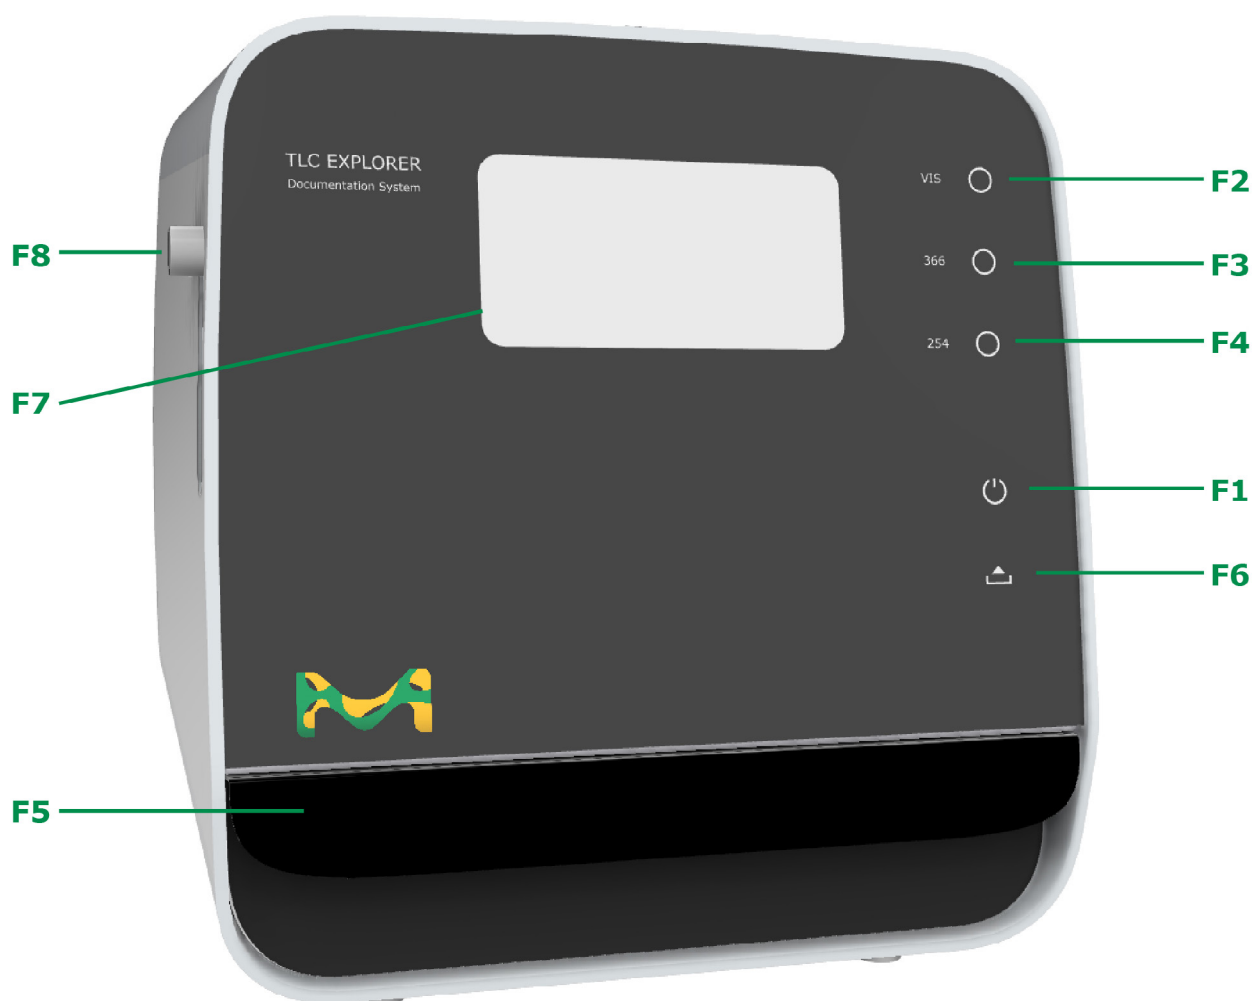
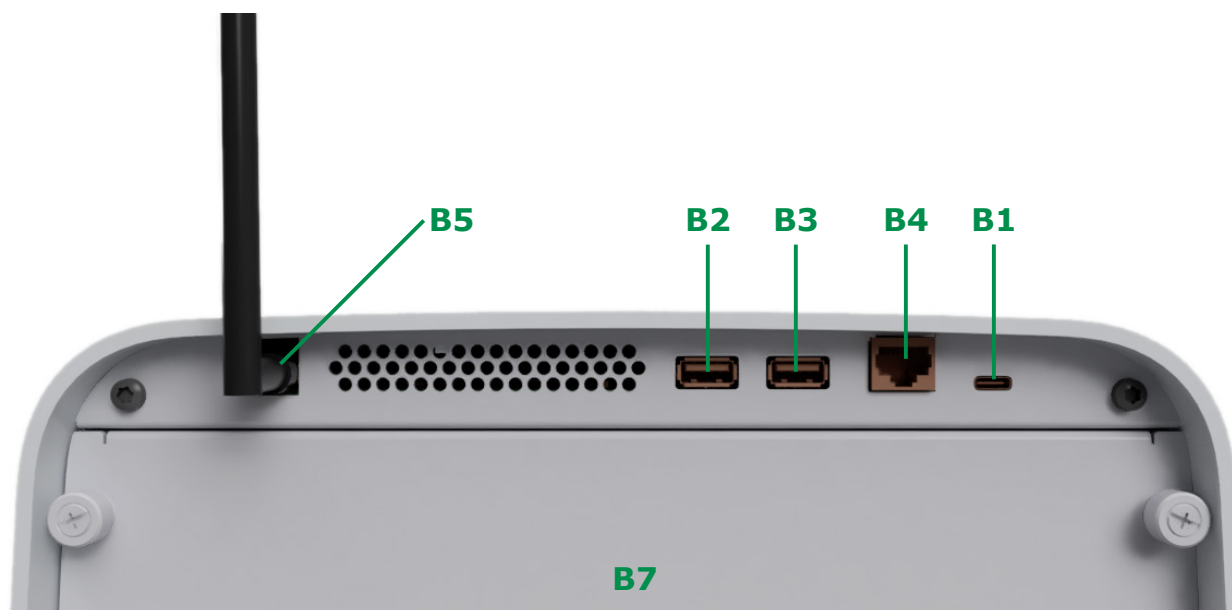

Figura 2.1: Individuazione degli elementi sul lato frontale del dispositivo
Figura 2.2: Individuazione degli elementi sul lato posteriore del dispositivo
Quando ci riferiamo a componenti specifici dell'apparecchio, come pulsanti o connettori, il manuale spesso indica il **codice identificativo** (ID) utilizzato nella 'Panoramica del dispositivo' (capitolo 2). Non avrete difficoltà a individuare questi componenti nel vostro strumento, facendo riferimento alla figura 2.1 quando il codice identificativo inizia con **F** per 'front' (fronte), alla figura 2.2 quando l'ID inizia per **B** come 'back' (retro) o alla figura 2.3 quando inizia per **P** di 'plate' (piastra di supporto).